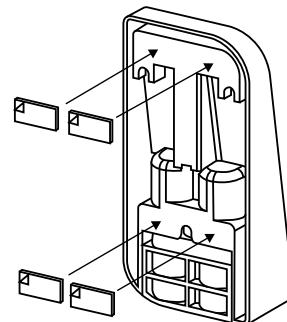

Abb. 7
- ② Kleben Sie die beiliegenden Klebepads an die in der Zeichnung dargestellten Positionen und ziehen Sie die Trägerfolien ab (Abb. 7).